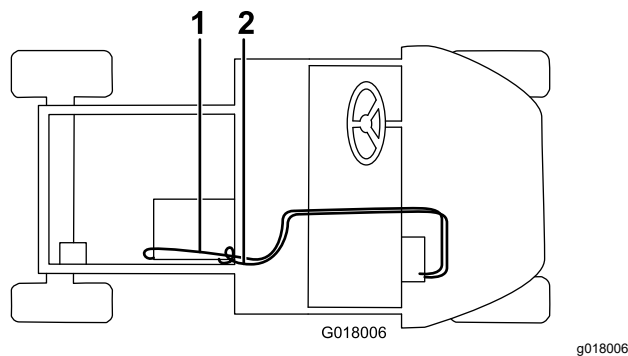

図 34
5. ホースクランプを使ってヒーターバルブに長いホースを接続し、このホースをシートベースの穴へ、次に荷台フレームの穴へ通して、ストレートフィッティングにクランプで接続する図 34。ホースの長さが余っている場合は切断する。
6. ホースクランプを使って、短いホースを白い補給口へ接続し、このホースをグローブボックスのR-クランプに通し、シートベースの穴に通し、下ラジエターホースの字フィッティングにクランプで固定する図 34。ホースの長さが余っている場合は切断する。